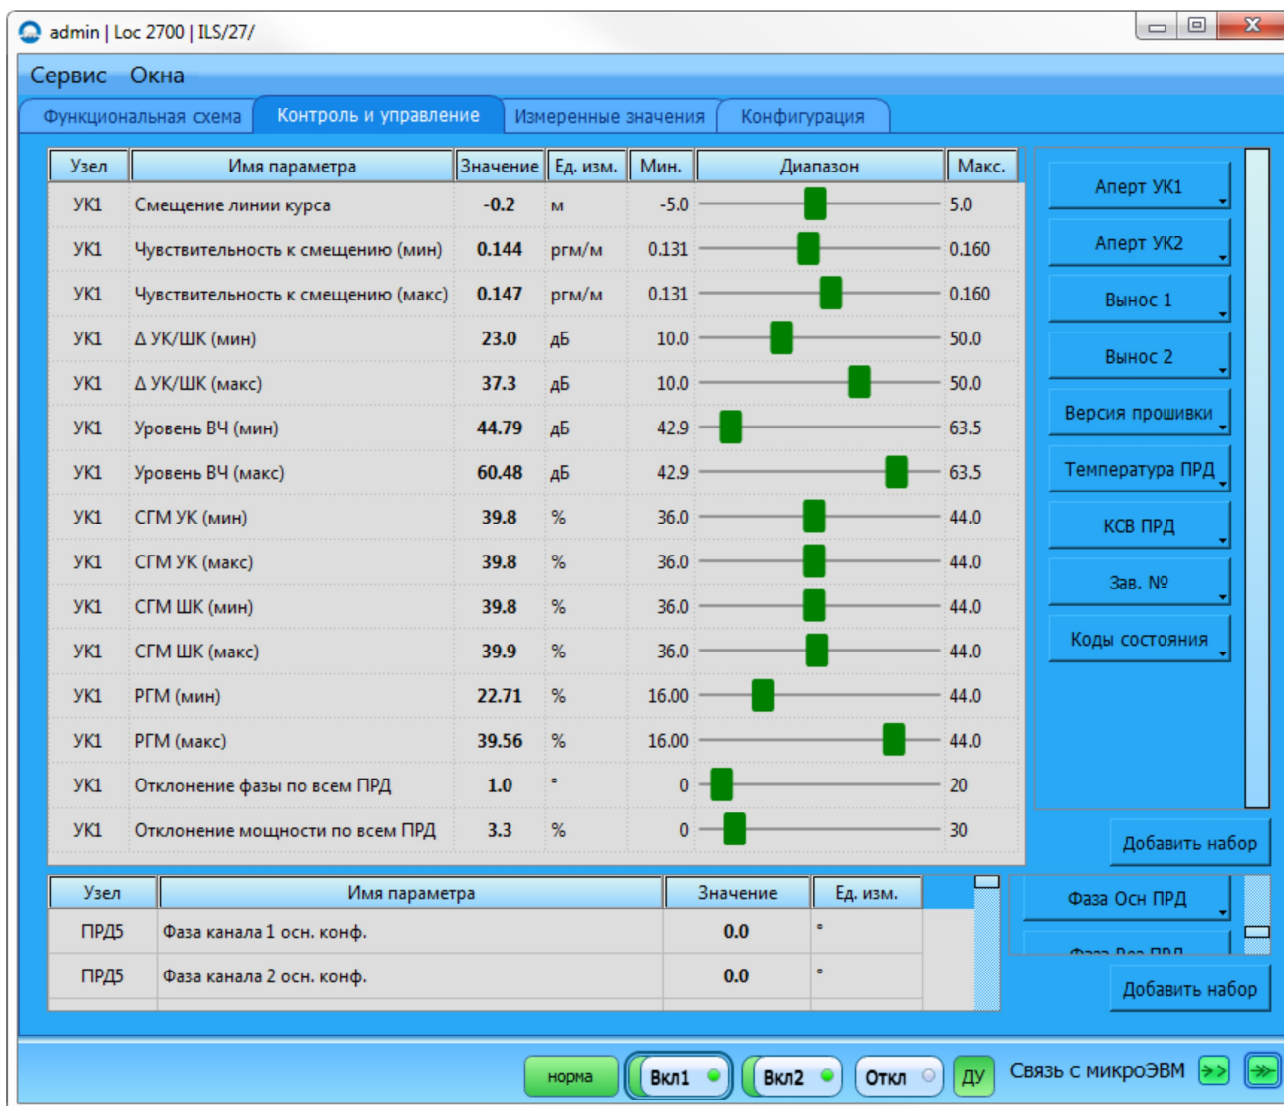

Рисунок 2.10 – Вкладка «Контроль и управление»
2.6.4 Вкладка «Контроль и управление» (рисунок 2.10) разделена на две части. Верхняя часть окна дает возможность вывести в таблицу контролируемых параметров Loc из полного списка доступных параметров (нажав правой кнопкой мыши на поле отображения параметров), либо вывести нужный, заранее сохраненный набор параметров. В таблице отображаются текущие значения выбранных параметров, а также графическое соответствие текущего значения относительно заданных допусков.